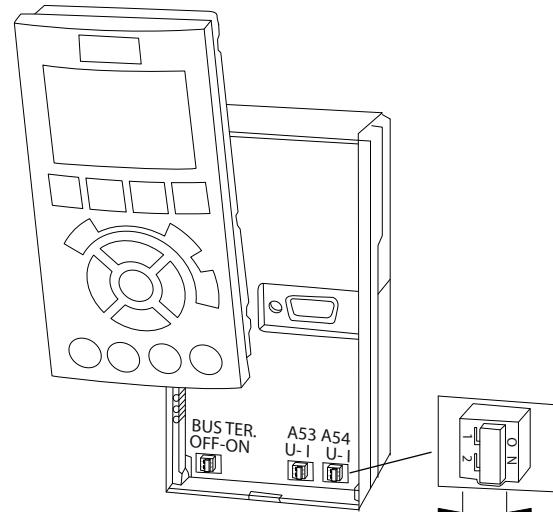

图 5.22 端子 53 和 54 的开关位置
- 控制卡上提供了一个用于总线端接阻抗的开关 (BUS TER.)。请参阅 图 5.22。